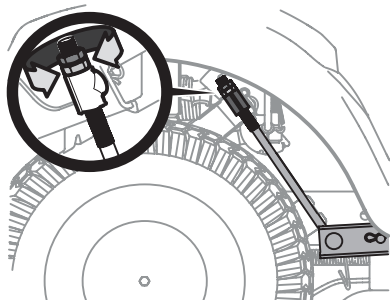

Figura 20
3. Debajo de los guardabarros traseros dentro de las ruedas hay una varilla de ajuste de elevación para cada lado de la plataforma (Figura 20).